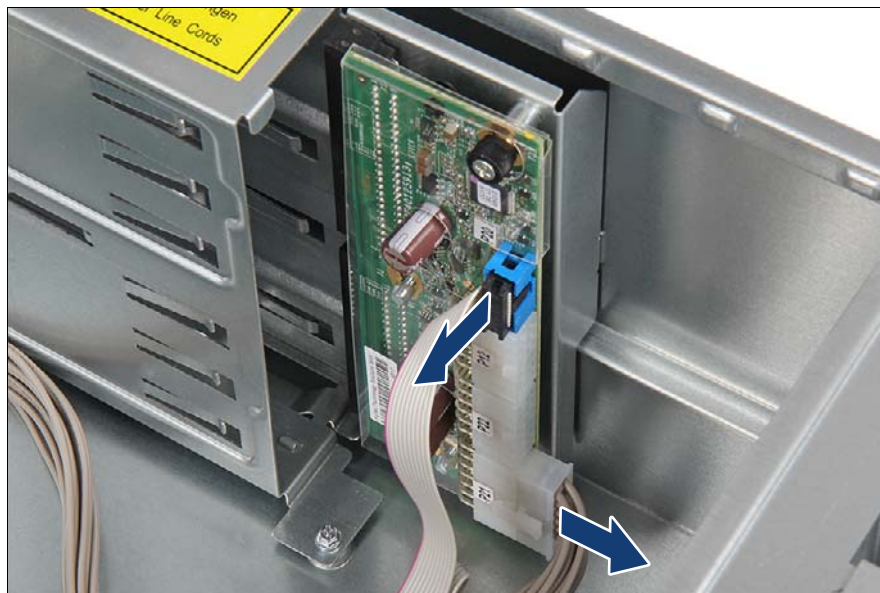

図 38: 電源ケーブルの取り外し
- ▶ ネジを緩めます (1)。
- ▶ 矢印の方向に配電ボードを押します (2)。
- ▶ 配電ボードを取り外します (3)。
- ▶ 新しい配電ボードを PSU ケージへ挿入します (4)。
- ▶ 矢印の方向に配電ボードを押します (5)。
- ▶ ネジを固定します (6)。
- ▶ 2 本の電源ケーブルを配電ボードに接続します (図 38 を参照)。
- ▶ PSU ケージをシャーシに挿入します (1)。
- ▶ 新しい PSU ケージをシャーシの背面に向かってスライドさせます (2)。
- ▶ PSU ケージをネジ 1 本で固定します (3)。